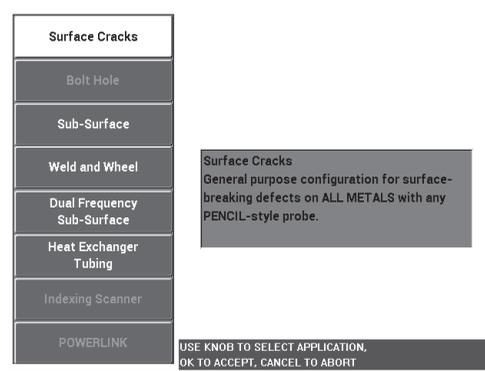

Figura 5-78 Aplicación para grietas superficiales
2. Pulse una sola vez la tecla de menú ADV SETUP (), después, seleccione el parámetro **APPL SELECT** (tecla de función A) para abrir el menú de selección de aplicaciones. Seleccione la opción **Surface Cracks** (grietas superficiales) con la rueda de ajuste y, después, pulse la tecla  para aceptar la selección. Vea la Figura 5-78 en la página 201.